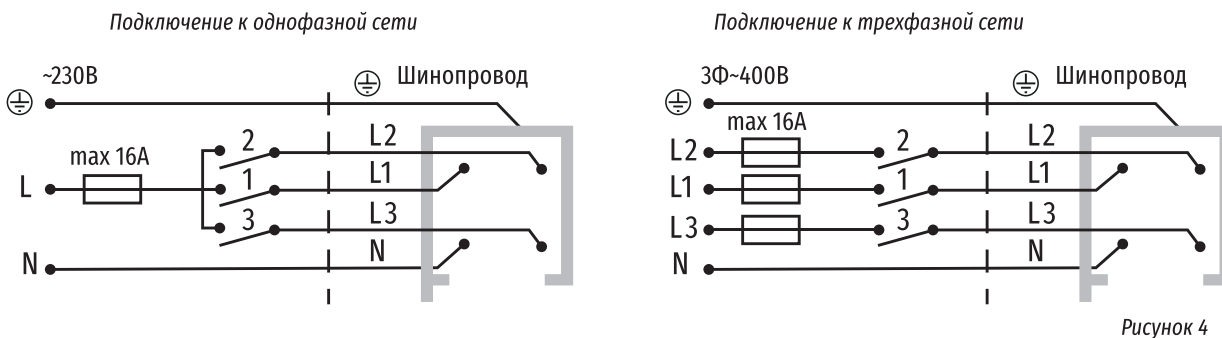

Рисунок 4
- Обесточьте и подготовьте сетевой кабель с сечением 1,0–2,5 мм² (в комплект не входит). Подключение шинопровода проводится в соответствии со схемами на **рис. 4**.